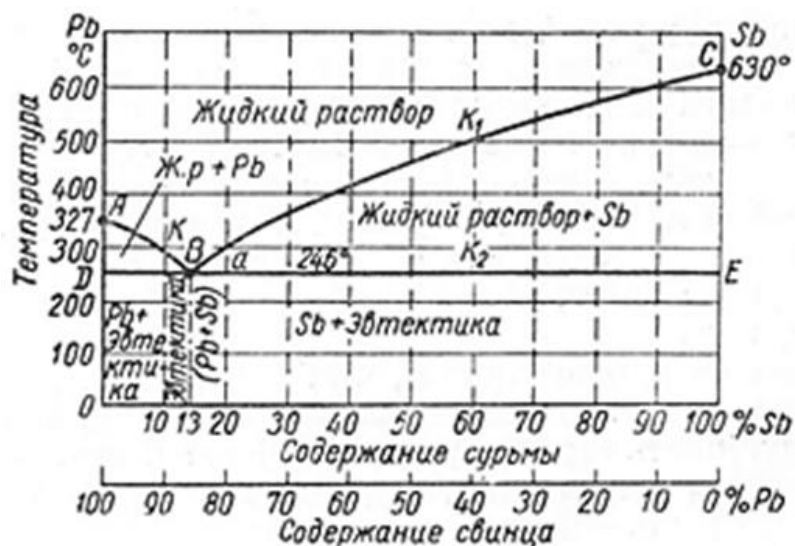

Рис.2. Диаграмма состояния сплавов системы Pb-Sb
**В10.** Пользуясь (рис.2) диаграммой состояния сплавов системы Pb-Sb, определите температуры начала и конца кристаллизации сплава, состоящих из: 90% Sb и 10%Pb. (ответ оформите аналогично заданию В9)
**В11. Пользуясь (рис.2) диаграммой состояния сплавов системы Pb-Sb определите состояние и структуру сплавов: 30% Sb и 70%Pb при температуре 500°C, 250°C, 50°C**